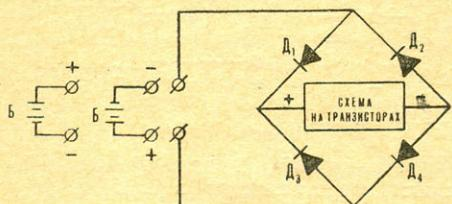

РИС. 4.
**IV СПОСОБ.** Характерным для первых трех способов защиты является то, что при неправильном включении источника питания транзисторная схема не работает. От этого недостатка свободна мостовая выпрямительная схема (рис. 4), состоящая из 4 полупровод-